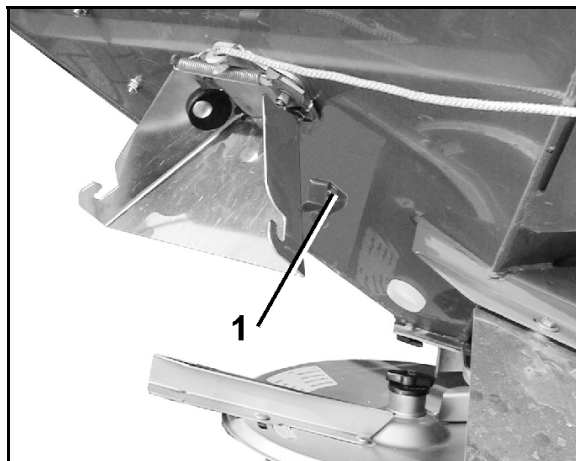
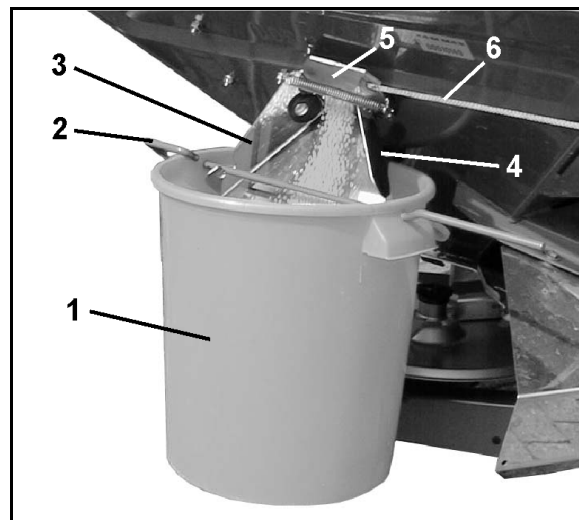

Bild 58
Bild. 60
- Haka fast uppfångningsbehållaren (Bild. 60/1) med handtag (Bild. 60/2) på utloppsrännan (Bild. 60/3). Haka i uppfångningsbehållaren i klämanordningen (Bild. 60/4 o. Bild 58/1).
- Öppna sidospjällen (Bild. 60/5) på utloppsrännan helt i ca 5 sek. med hjälp av rep (Bild. 60/6) (för att säkerställa regelbundet gödselutflöde). Här efter hålls den uppfångade gödselmängden tillbaka i spridaren.